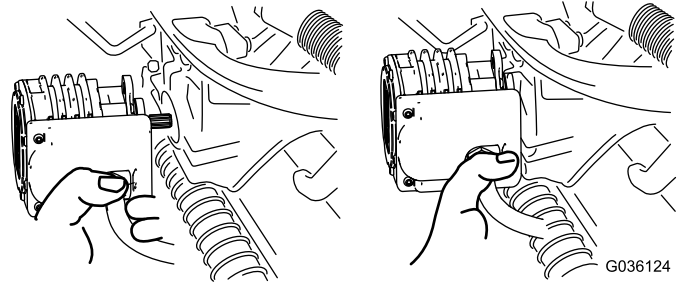

Figura 67
4. Mueva el motor al lugar de almacenamiento en la parte delantera del brazo de suspensión (Figura 67).